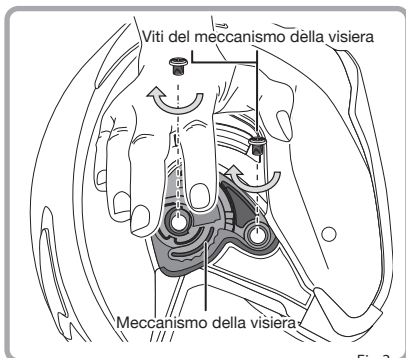

Fig.3
- ③ Avvitare saldamente ogni vite del meccanismo della visiera ruotandola in senso orario. Ripetere la stessa procedura per il meccanismo della visiera sull'altro lato del casco. L'installazione dei meccanismi della visiera è completa (Fig. 3).
- ② Flettere la visiera con attenzione fino a renderla piatta. Quindi, agganciare l'altro lato della lente originale a incastro Pinlock® nei perni eccentrici prima di lasciare attentamente che la visiera torni alla curvatura originale. (Fig. 3, 4, 5)